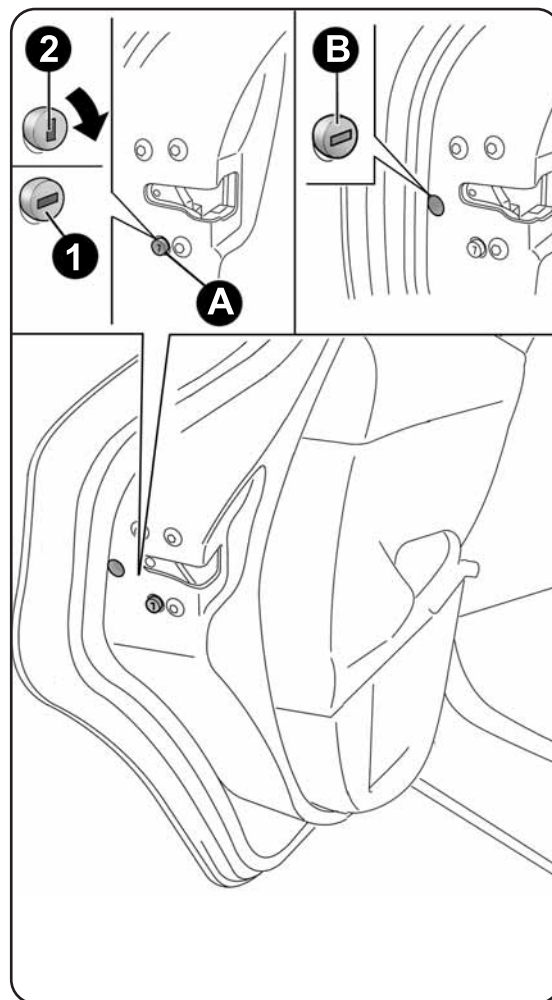

fig. 67
Le dispositif A-fig. 67 peut être activé uniquement lorsque les portes sont ouvertes :
- Insérer l'insert métallique de la clé de démarrage dans le logement B-fig. 67 ;